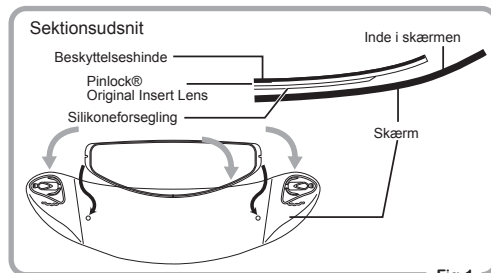

Fig.1
- ① Påfør silikoneforseglingssiden af Pinlock® Original Insert Lens på skærmens inderside uden at skrælle beskyttelseshinden af linsen. Påfør samtidig Pinlock® Original Insert Lens på indersiden af skærmen ved at klikke på påsætningsstifterne. (Fig. 1 og 2)